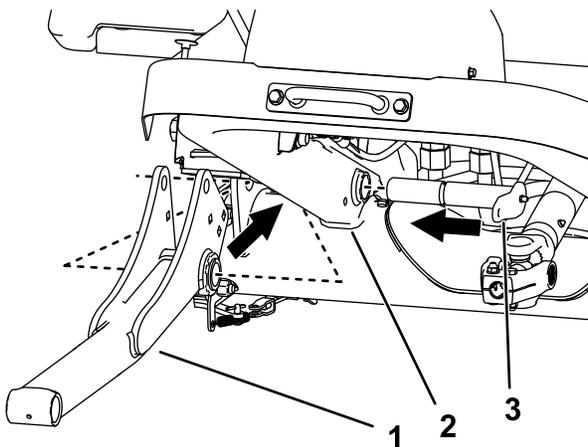

Figure 10
2. Reposez les bras de levage et les grandes goupilles sur le cadre de la machine (Figure 10).